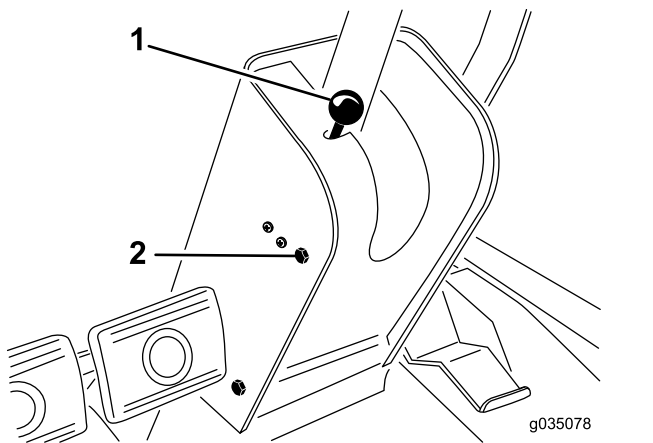

Figura 26
1. Retire el pomo del freno de estacionamiento y retire los tornillos de la cubierta de la columna de dirección (Figura 26).